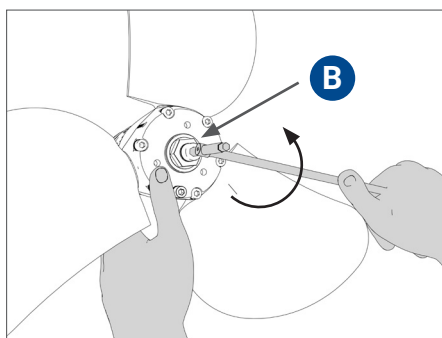

FIG. 34 | Dévisser le boulon de sécurité "B"
- Desserrer le boulon de sécurité **B** (si présent) dans le sens anti-horaire (Fig. 34).